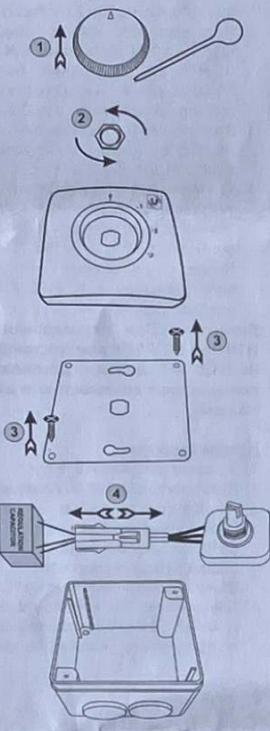

Fig. 1
- Para conectar el KIT RC-HTB a un ventilador de techo de la gama HTB de S&P, primero deberá extraer el condensador de regulación ubicado dentro de la caja del regulador de velocidades de pared, suministrado de serie con el mismo ventilador de techo HTB. (Fig.1)
- To connect the RC-HTB KIT to a S&P HTB ceiling fan, first take out the regulator condenser inside the speed control box on the wall, which comes as standard with all HTB ceiling fans. (Fig. 1)
d'abord extraire le condensateur de régulation qui se trouve à l'intérieur de la boîte du régulateur de vitesses mural, fourni en série avec le même ventilateur de plafond HTB. (Fig. 1)
1. Per collegare il KIT RC-HTB ad un destratificatore della gamma HTB di S&P, come primo passo bisognerà estrarre il condensatore relativo alla regolazione posto all'interno della cassa del regolatore di velocità posto a parete, fornito di serie con lo stesso ventilatore HTB. (Fig. 1)